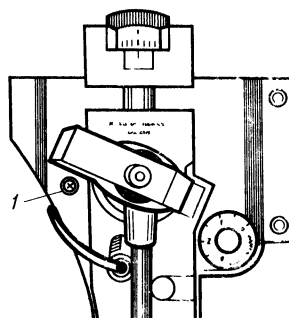

Рис. 5.14. Местонахождение винта регулировки горизонтального положения иглы при автоматической установке звуко-
3. Поворачивайте винт горизонтальной регулировки опускания иглы (см. рис. 5.14) с помощью обычной отвертки. Если игла слишком далеко заходит на пластинку, поверните винт влево; если игла опустится мимо пластинки, поверните винт вправо. Поворот винта на половину оборота вызывает изменение положения опускания иглы на 1,5 мм по радиусу пластинки.